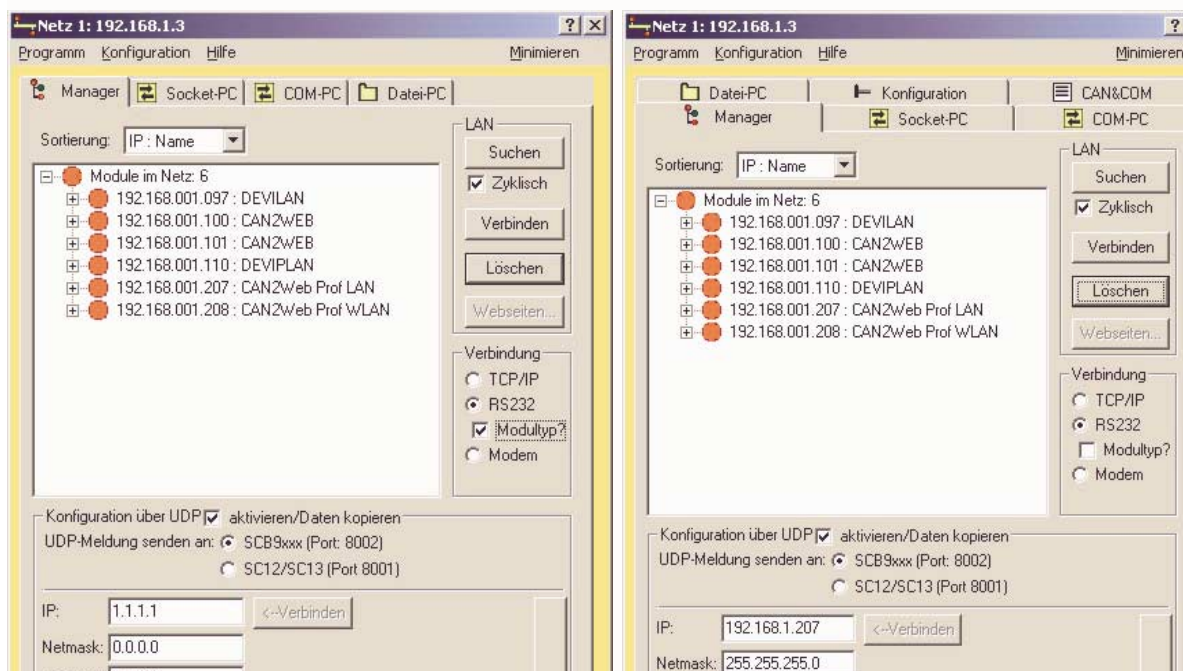

Abb. 12: Konfiguration über serielle Schnittstelle vor (links) und nach (rechts) Verbindungsaufbau
6. Auf Dialogbox „DeviLAN-Manager“ wechseln (Abb. 12) und Auswählen von „Verbinden über ... RS232“